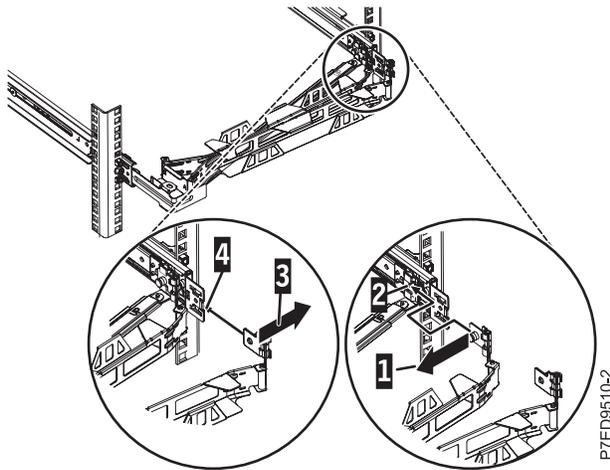

Figura 16. Conexión del brazo portacables
- Coloque el brazo portacables en el brazo de soporte. Tire de la patilla del brazo portacables (1) y, a continuación, deslice la pestaña del brazo portacables (2) en la ranura en el interior del riel deslizante derecho. Empuje la pestaña hasta que quede encajada en su sitio. Tire de la otra patilla del brazo portacables (3) y, a continuación, deslice que la pestaña del brazo portacables en la ranura de la abrazadera de montaje (4) en el externo del riel deslizante derecho. Empuje la pestaña hasta que quede encajada en su sitio, tal como se muestra en la Figura 16.